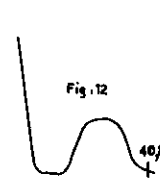

Fig. 12
- Visser 231 pour avoir un minimum à 40,8 MHz (fig. 12).